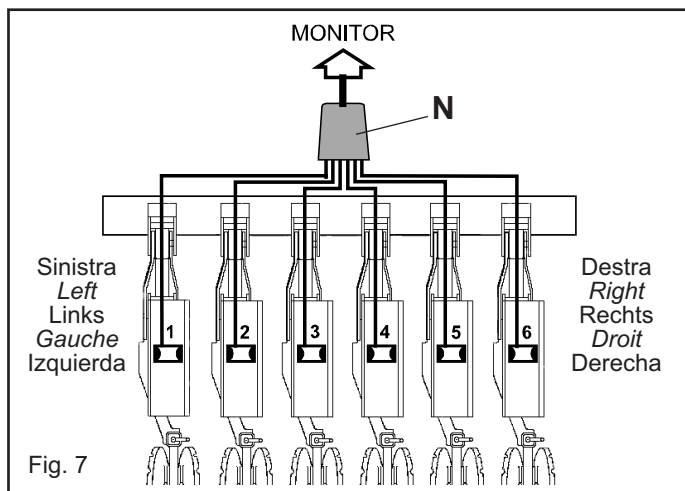

Fig. 7
- Colocar la caja de derivación estanca (N Fig. 7) en el centro de la sembradora, sujetandola con abrazaderas de sellado;
- Insertar el conector (O) del cable principal del monitor en el conector (P) del cableado en la sembradora;
- Insertar el conector del cable (R) del cableo en el conector del detector de velocidad (Q) ;
- Insertar el conector de la fotocelula fijada sobre el primero elemento de la sembradora, en el conector del cable "1" ; nota : come "primero" elemento de la sembradora se puede considerar lo exterior de derecha o de izquierda (Fig. 7), según las propia exigencias.
- Insertar el conector (S) de la fotocelula fijada sobre el segundo elemento de la sembradora, en el conector del cable "2" , y así por el estilo hasta el ultimo elemento de la sembradora.
- Conectar con firmeza el cable de alimentación (T) del Monitor a la batería 12 Vcc del medio; conectar el hilo de color ROJO al polo positivo (+) y el hilo de color NEGRO al polo negativo (-).